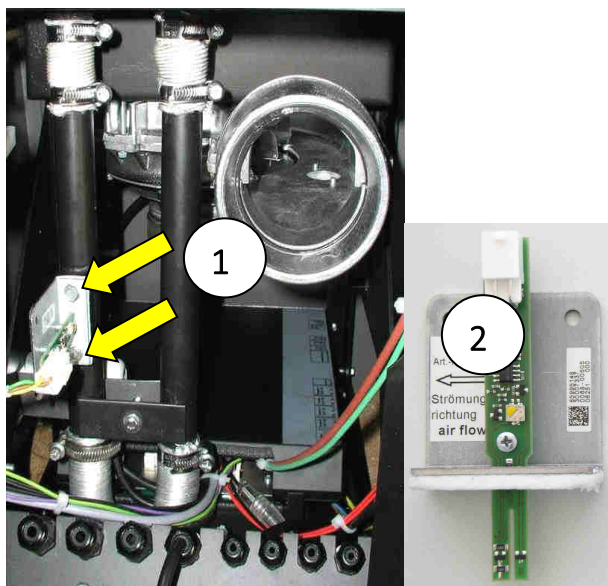

Fig. 65 : vis capteur de débit d'air
Démontez toujours intégralement le capteur de débit d'air (LMS) avec la tôle support. Pour ce faire, dévissez les deux vis à 6 pans (Fig. 65 pos. 1).
Lors du remontage, veuillez observer la direction du débit (flèches sur la Fig. 65 pos. 2) car cela pourrait sinon entraîner des mesures incorrectes ! Insérer ensuite le capteur de débit d'air à gauche avec la tôle support, tel qu'illustré.